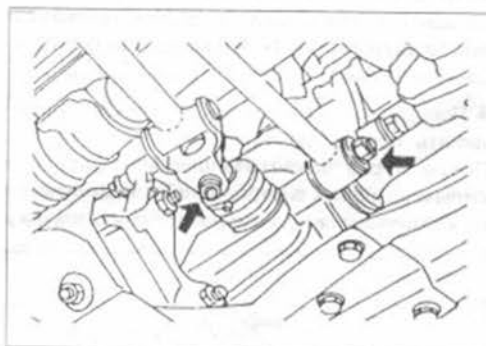

Рис. 169.
● Пользуясь рис.169, отвинтить шток вилки переключения передач от вала переключателя в коробке передач и шток стабилизатора от переключателя на стенке коробки передач.
- Опять подсоединить шток вилки переключения передач и шток стабилизатора в соответствии с рис.169.
- Пользуясь рис.169, отвинтить шток вилки переключения передач от вала переключателя в коробке передач и шток стабилизатора от переключателя на стенке коробки передач.